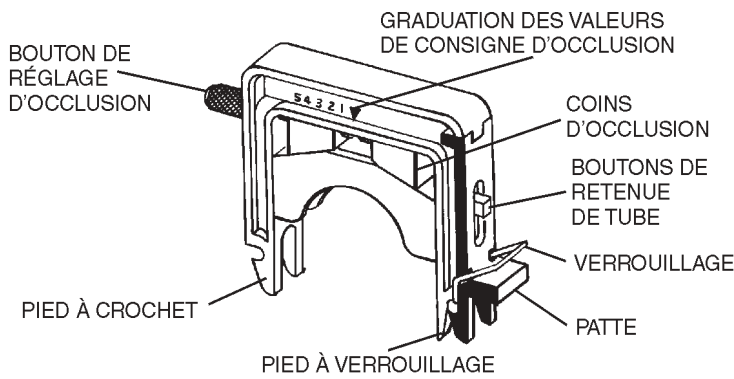

FIGURE 4 CARTOUCHE DÉVERROUILLAGE
1. Tourner le bouton de réglage d'occlusion (voir la Figure 4) dans le sens antihoraire jusqu'à la position d'ouverture maximum. Cette opération n'est pas nécessaire lorsque le réglage d'occlusion effectué à l'usine est conservé ou si l'occlusion a déjà été réglée correctement lors du pompage précédent.
5. Faire pivoter la cartouche et le tube par-dessus le rotor et appuyer sur la patte (voir la Figure 4) jusqu'à ce que le verrouillage s'enclenche. (Voir la Figure 6E.) **Remarque** : appuyer sur la cartouche selon le besoin à l'emplacement indiqué sur la Figure 6E pour faciliter le verrouillage et le déverrouillage.
2. Appuyer sur le côté verrouillage de la cartouche (voir la Figure 6E) et tirer le pied à verrouillage vers l'extérieur pour le décrocher de la tige. Il est possible d'appuyer sur le déverrouillage (voir la Figure 4) pour faciliter cette opération le cas échéant.
(4) Pompage bidirectionnel